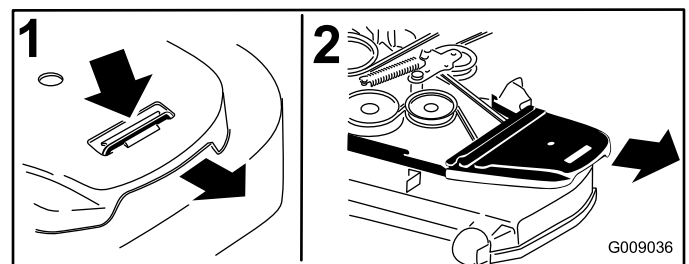

Figure 55
4. Retirez les couvercles de courroie (Figure 55).